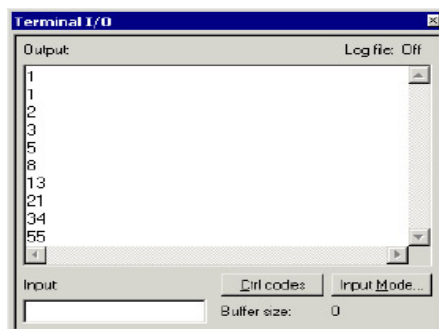

图 20. Terminal I/O 窗口
- ① 选择主菜单 View > Terminal I/O 显示 I/O 操作的输出，见图 20。